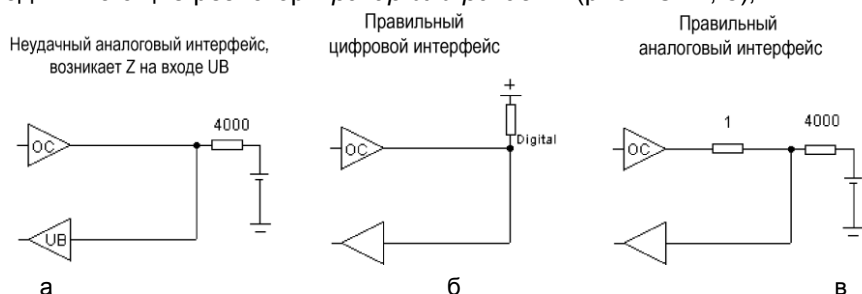

Рис. 13.11 – Обеспечение аналого-цифрового интерфейса для схем с открытым коллектором и трехстабильных схем
- В трехстабильных узлах, подключенных к цифровым входам, ни в коем случае нельзя использовать аналоговые резисторы (рис. 13.11, а);
- В трехстабильных узлах следует использовать специальные подтягивающие резисторы *pullup или pulldown* (рис. 13.11, б);
- Если аналоговый резистор все же необходим, следует разделить цифровой трехстабильный выход от цифрового входа низкоомным резистором (см. рис. 13.11, в).